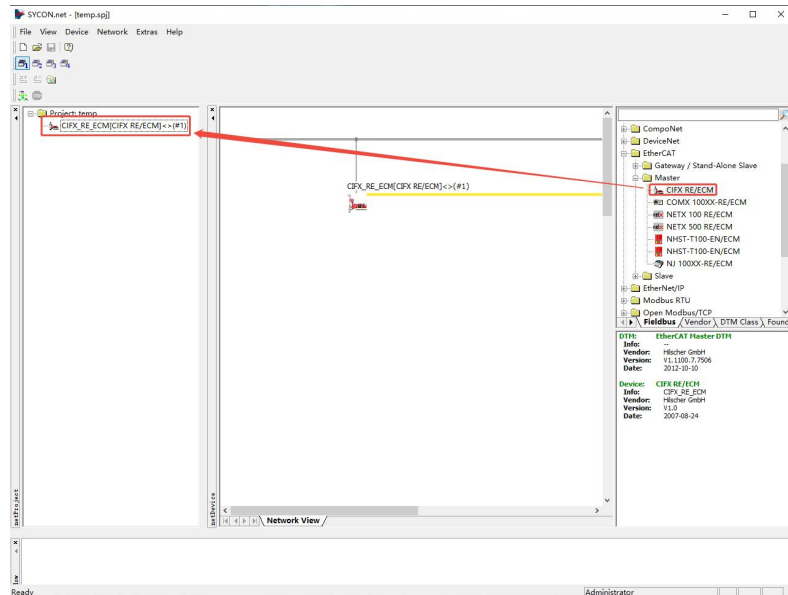

图 4.3 新建工程
(3) 打开 SYCON.net 软件，新建一个工程，点击并拖动设备栏下 EtherCAT->Master->CIF RE/ECM 到左边工程组态中，如下图 4.3 所示。